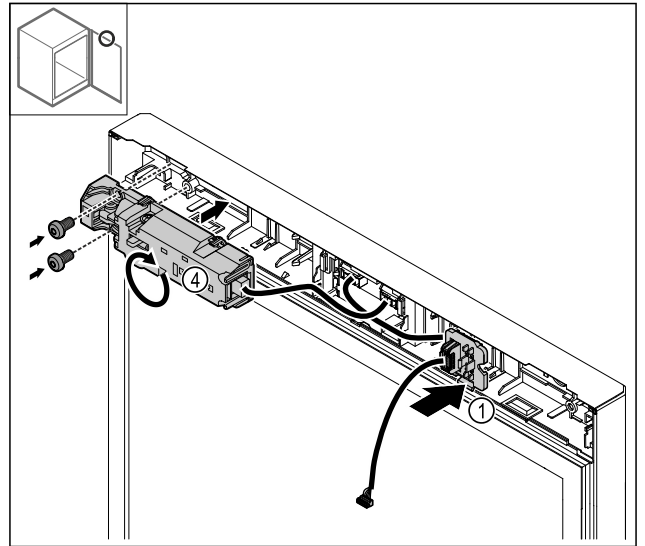

Fig. 28
- ▶ Зафіксуйте штекерне кріплення Fig. 28 (1) на протилежному боці.
- ▶ Поверніть електронний замок Fig. 28 (4) на 180° і закріпіть на протилежному боці.